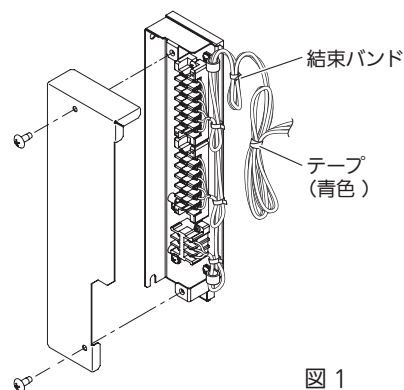

図 1
- ① 本別売部品を使用するときは、ユニット背面の外部入出力線引込口の右上をアナログ入出力基板接続線専用の引込口とし、左下の電源引込口から電源線と一緒に引き込むのは止めてください。
- ① 端子台ボックスのフタを固定しているネジ 2 本を取りはずしてください。(図 1)
- ② 配線をまとめているテープ (青色) をはずした状態にしてください。